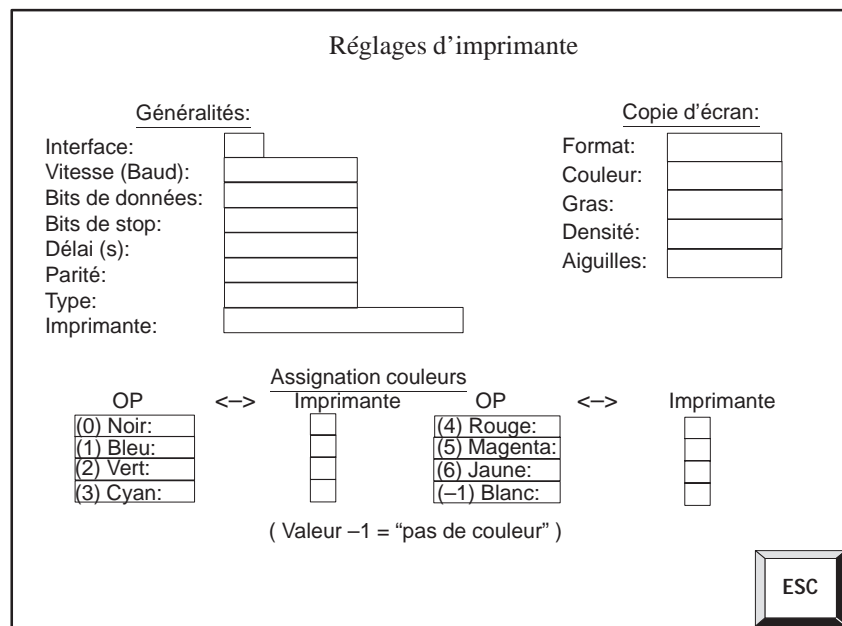

Figure 7-2 Image standard *Réglages d'imprimante* (exemple du TP37 et du TP27-10)
- avec le TP37 et le TP27-10, dans l'image standard *Réglages d'imprimante* (figure 7-2)